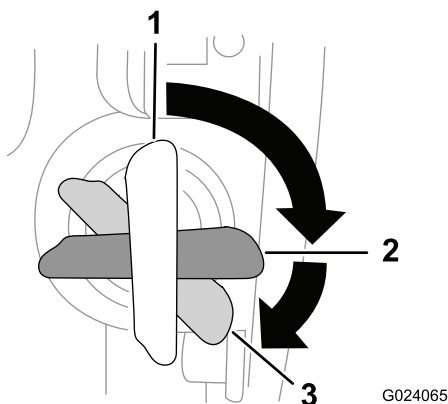

Рисунок 20
3. Поверните ключ зажигания в положение «Пуск» и держите его в этом положении, пока двигатель не запустится (Рисунок 20).